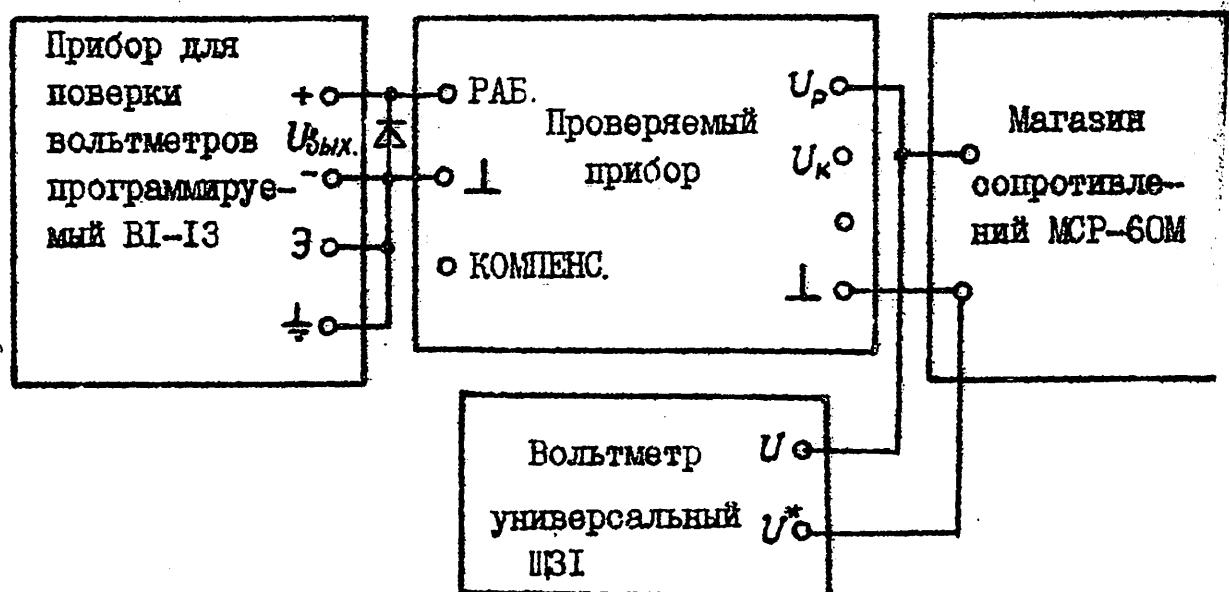

Рис. I2.2
I2.3.4.2. Проверка мощности смещения производится путем определения точности коэффициента передачи моста при максимальном выходе напряжения ($R_T = 400$ Ом) и максимальном токе нагрузки ($R_T = 75$ Ом) мостового усилителя. Схема соединения приборов приведена на рис. I2.2.
- 1) соедините приборы, согласно рис. I2.2;